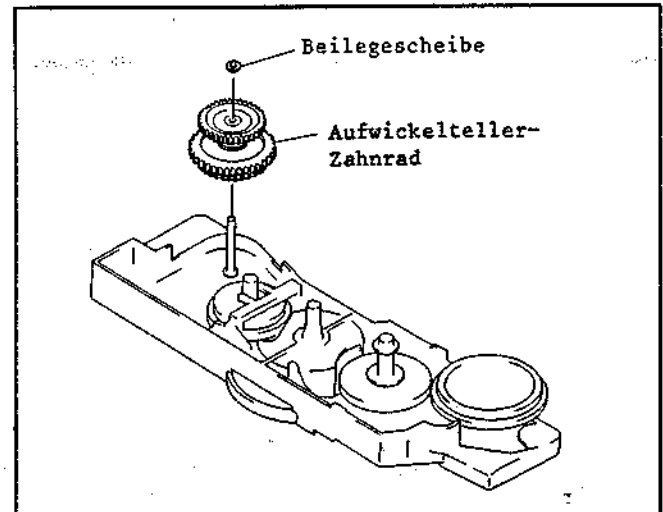

Abb. 7-31 Aufwickelteller-Zahnrad
- 5) Zwei (2) Schrauben lösen und das Kupplungs-Zahnrad herausnehmen. Dabei das Aufwickelteller-Zahnrad mit abnehmen.
31. Aufwickelteller-Zahnrad (Abb. 7-31)